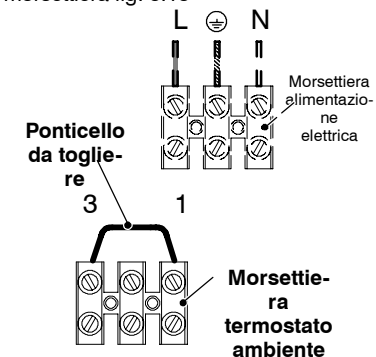

fig. 5.19
– Rimuovere il ponticello elettrico tra "1 e 3" della morsetteria del termostato ambiente (fig. 5.19) per il corretto funzionamento del comando remoto.